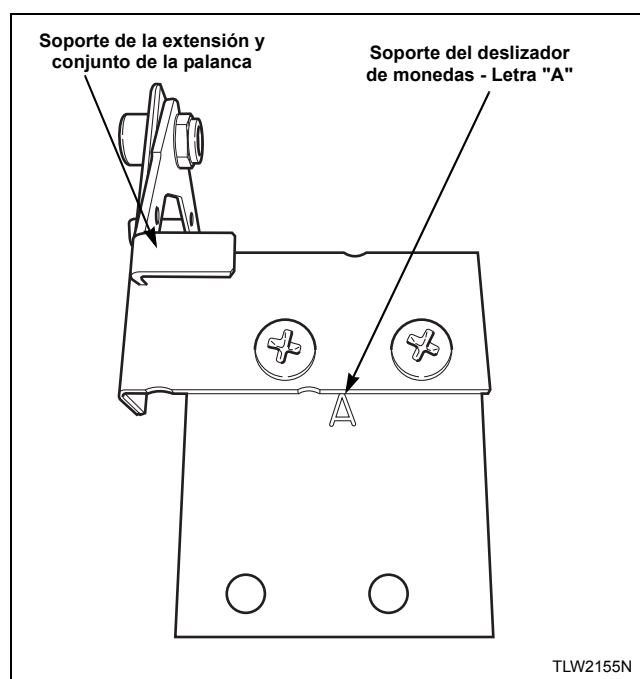

Figura 19
4. Instale el soporte de la extensión y el conjunto de la palanca en el soporte del deslizador de monedas usando dos tornillos y tuercas de seguridad. Consulte la *Figura 19*.
IMPORTANTE: Instale el soporte del deslizador de monedas que tiene la marca “A” hacia arriba y en dirección hacia el soporte de la extensión y el conjunto de la palanca. Consulte la *Figura 19*.